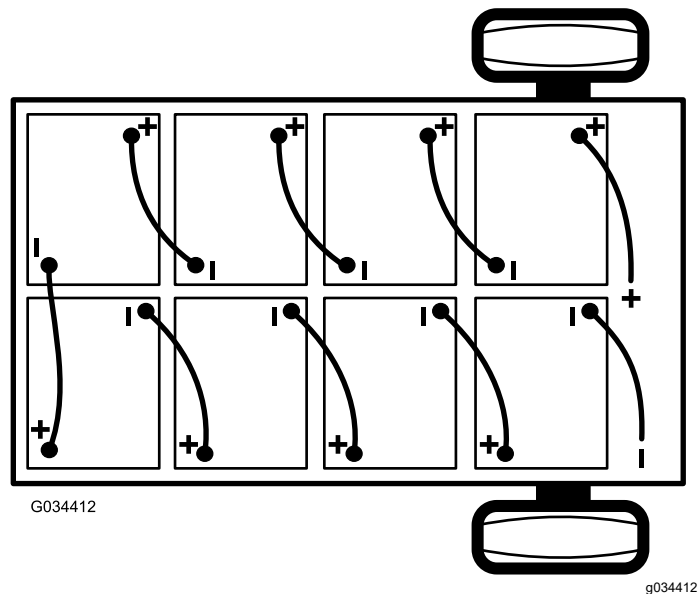

Bild 40
2. Schließen Sie das Hauptminuskabel (schwarz) ab, mit dem die Batterien an der Erdungsstelle der Maschine angeschlossen sind (Bild 40).
3. Schließen Sie das Hauptpluskabel (rot) der Batterie ab, mit dem die Bank der Batterien am Hauptanschluss der Maschine angeschlossen ist (Bild 40).
Hinweis: Achten Sie auf die Batteriepolartität, wenn Sie neue Batterien einsetzen (Bild 40).
6. Schließen Sie die Batterien mit den Batterieverbindungskabeln, die Sie in Schritt 1 entfernt haben, zusammen, wie in Bild 40 abgebildet.
2. Schließen Sie das Hauptpluskabel (rot) der Batterie zwischen der Bank der Batterien und der Maschine an (Bild 40).
3. Schließen Sie das Hauptminuskabel (schwarz) zwischen den Batterien und der Maschine an (Bild 40).